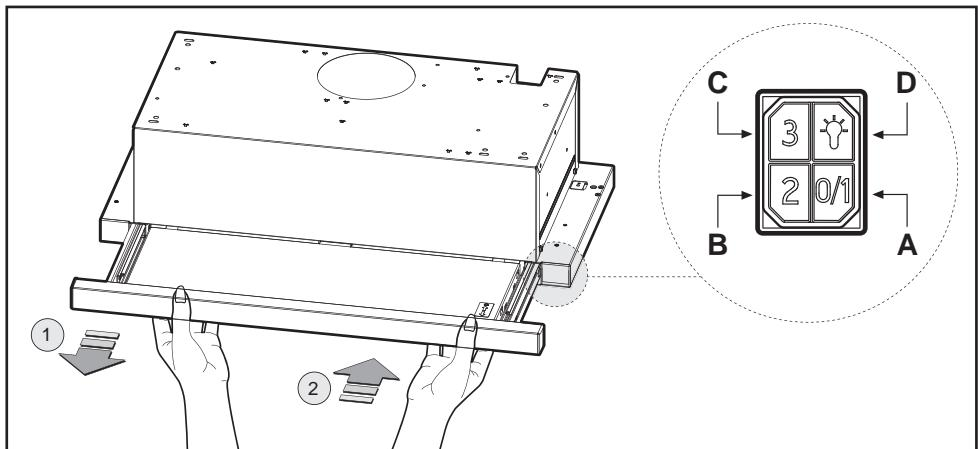

Fig.9.2
• **Kommandoknappar slider (Fig.9.2):**